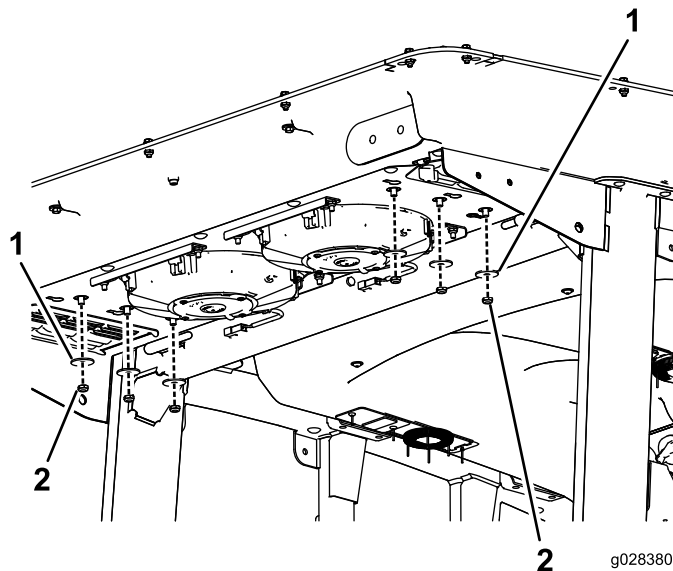

Рисунок 104
2. Отверните 6 гаек и снимите шайбы внизу в задней части кабины (Рисунок 104).